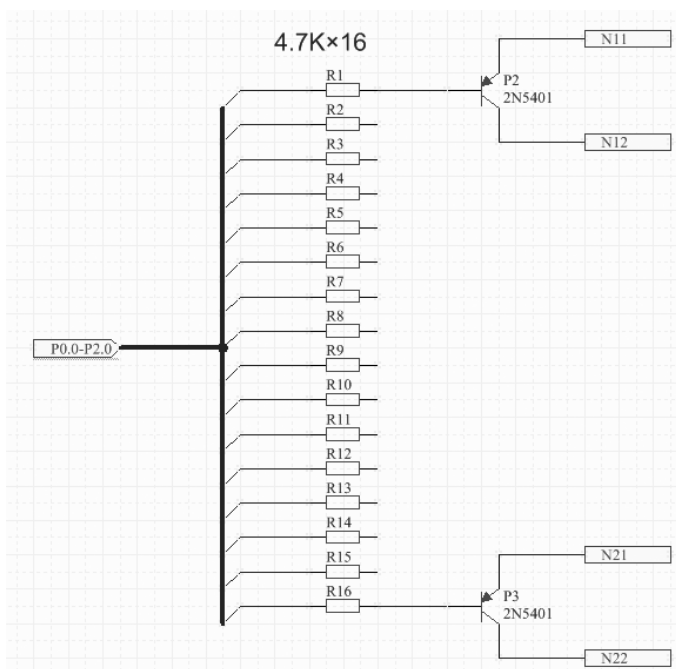

图 15-20 完成连线后的负载电路 2 子原理图
2) 设置各元件属性, 然后合理布局, 最后进行连线操作。完成连线后的负载电路 2 子原理图如图 15-20 所示。单击“原理图标准”工具栏中的  (保存) 按钮, 保存原理图文件。